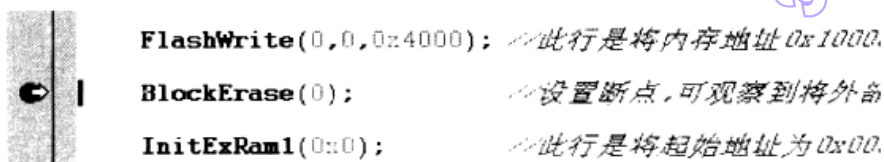

图 7-14 设置断点
(2) 手把手操作
① 将共享资料内 ExFlash 文件夹复制到 CCS 安装目录下的 MyProjects 文件夹内, ExFlash 文件夹的路径为: “共享资料\TMS320F2812 例程\第 7 章\7.4\ExFlash”。
② 启动 CCS3.3, 右击 View Project 栏内的 Projects, 在所弹出的快捷菜单中选择 Open Project。CCS3.3 弹出工程打开的对话框, 找到 MyProjects 文件下的 ExFlash 文件夹, 找到 ExFlash.pjt, 选中后单击“打开”按钮。
③ 单击工具栏上的 Rebuild All 按钮, 对 ExFlash.pjt 进行编译。
④ 打开菜单栏中的 Debug 菜单, 执行 Connect 命令, 使得 CCS3.3 和 DSP 建立链接。
⑤ 打开菜单栏中的 File 菜单, 执行 Load Program 命令。CCS3.3 弹出 Load Program 对话框, 在 Debug 文件夹下找到 ExFlash.out 文件, 单击“打开”按钮。
⑥ 打开菜单栏中的 Debug 菜单, 执行 GO Main 命令。
⑦ 在如图 7-14 所示的地方设置一个断点, 单击 Run 按钮, 运行程序。